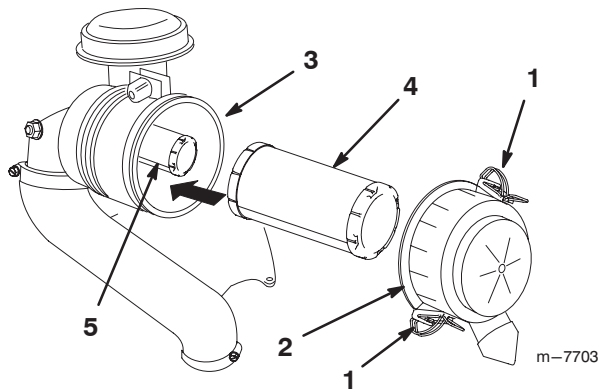

Figure 30
3. Ouvrez les dispositifs de verrouillage du filtre et ôtez le couvercle du corps du filtre (Fig. 30).
5. Sortez l'élément primaire du corps du filtre avec précaution (Fig. 30).
2. Si vous remplacez l'élément de sécurité, insérez-le avec précaution dans le corps du filtre (Fig. 30).
3. Installez ensuite l'élément primaire sur l'élément de sécurité avec les mêmes précautions (Fig. 30).
4. Reposez le couvercle, le côté portant l'inscription **UP** étant tourné vers le haut, et fermez les dispositifs de verrouillage (Fig. 30).